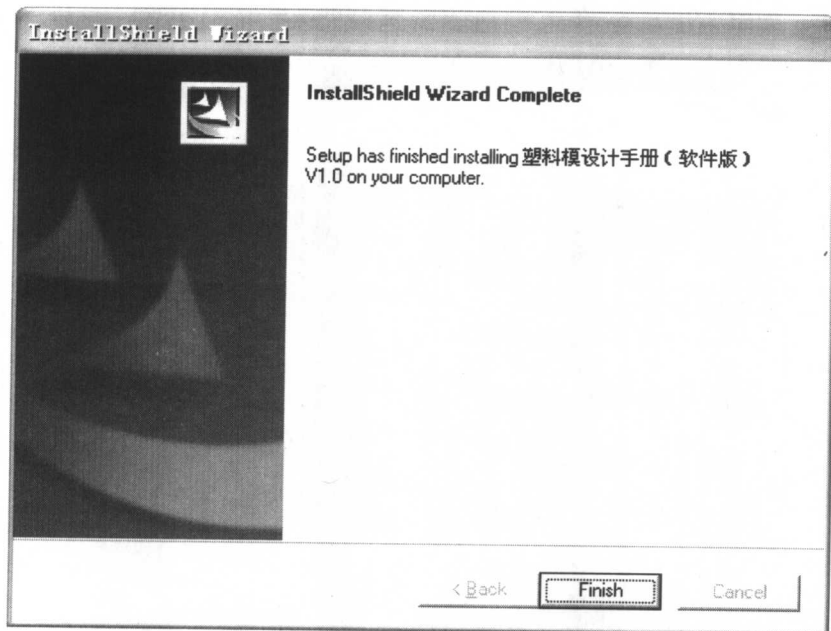

图 1.10 结束安装界面
(9) 最后，屏幕上出现安装程序的结束界面，如图 1.10 所示。单击“Finish”按钮，安装程序将完成整个安装过程，结束安装。